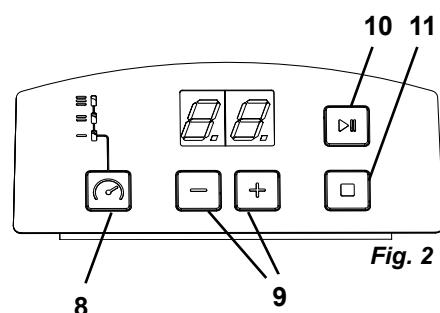

Fig. 2
⇒ Ajustar o tempo de limpeza com as teclas + / - (9, Fig. 2)
⇒ Seleccionar / ajustar a intensidade com o seletor (8, Fig. 2)
⇒ Inicie o processo de limpeza com a tecla Iniciar / Pausar (10, Fig. 2).
- A tecla Parar (11, Fig. 2) permite terminar o processo de limpeza em qualquer momento antes de o tempo de limpeza chegar ao fim.
⇒ Conclua o processo de limpeza pressionando a tecla Parar (11, Fig. 2).